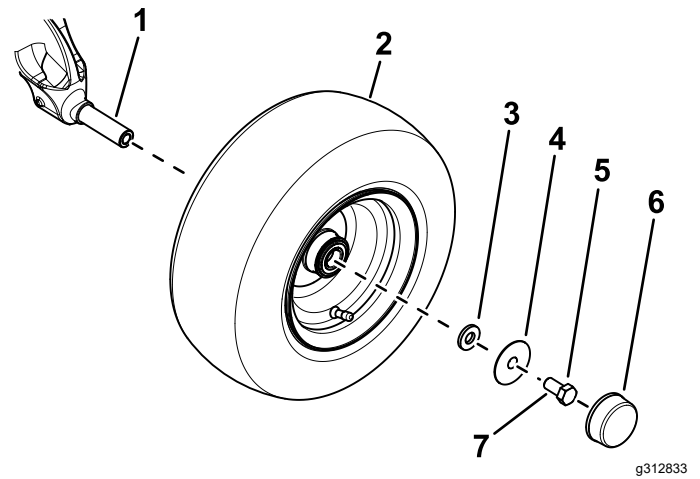

Figure 3
- Utilisez une petite rondelle, une grande rondelle et un boulon ( $\frac{5}{8}$  x  $1\frac{1}{4}$  po) pour fixer la roue sur le pivot de fusée (Figure 3).
- Placez le couvre-moyeu sur la roue (Figure 3).